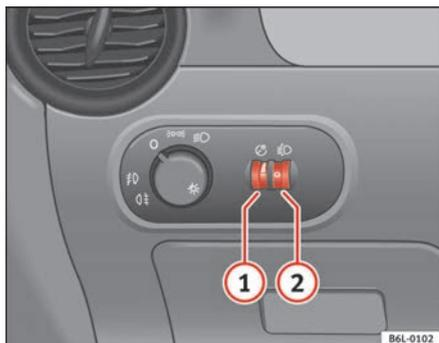

Fig. 58 Détail du tableau de bord : molettes du rhéostat d'éclairage des cadrans et des commandes et du réglage du site des projecteurs
Lorsque l'éclairage est allumé, la luminosité du rhéostat d'éclairage des cadrans et des commandes peut être réglée en continu en tournant la molette ⇒ fig. 58 ①.